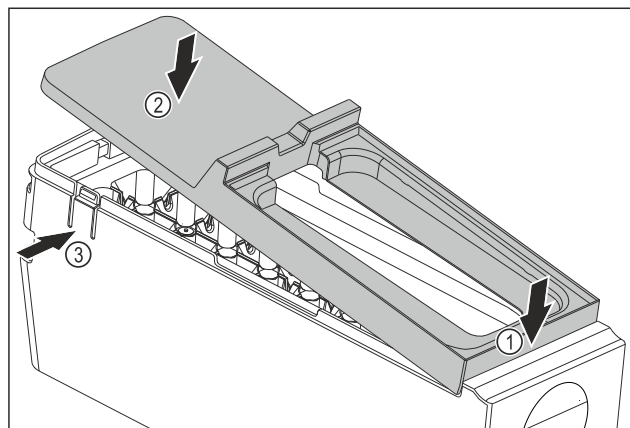

Fig. 144
- Abdeckung des EasyTwist-Ice-Korpus montieren: Abdeckung vorne ansetzen. Fig. 144 (1)
- Abdeckung hinten absenken. Fig. 144 (2)
- Abdeckung rastet hörbar in beiden Laschen Fig. 144 (3) ein.